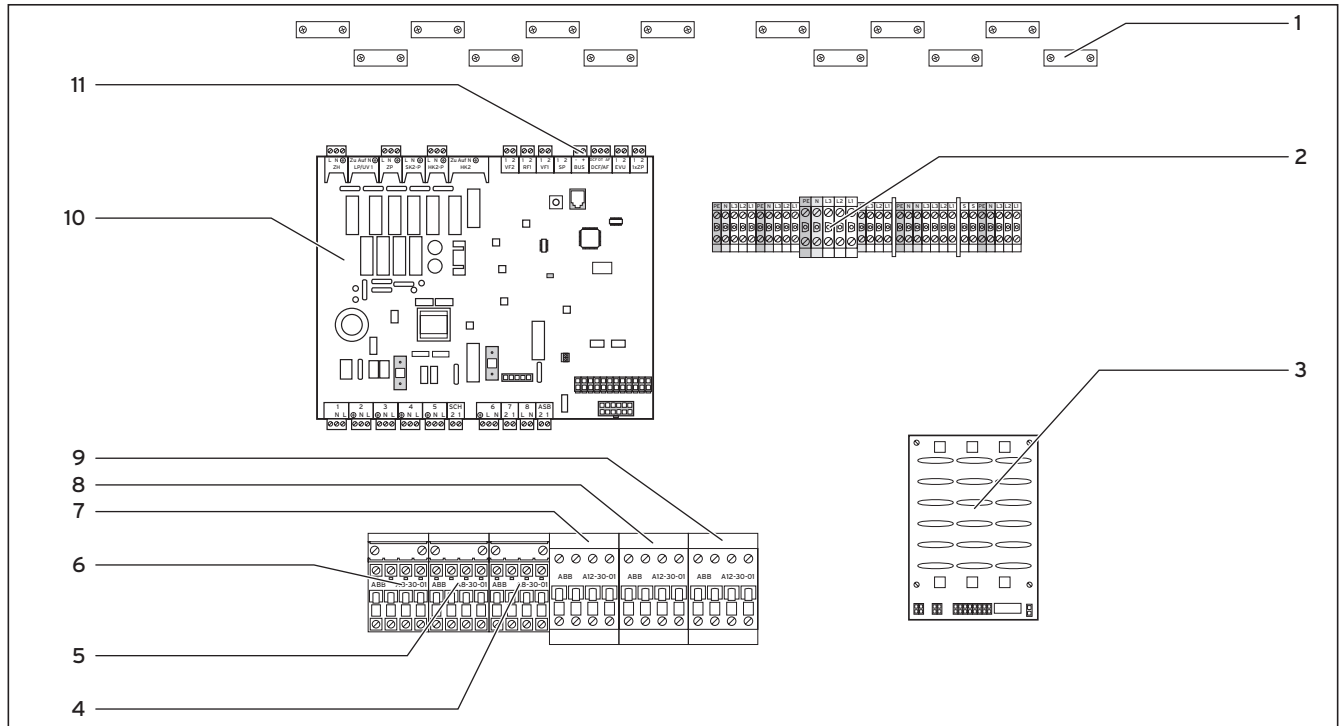

Abb. 5.1 Elektro-Schaltkasten
Je nach Modellvariante kann die hier gezeigte Darstellung des Elektro-Schaltkastens (s. Abb. 5.1) in Details von Ihrer Wärmepumpe abweichen.
Legende zu Abb. 5.1
- Schließen Sie die Tauchpumpe an (7) an.
- Stellen Sie den Motorschutzkontakt für die Tauchpumpe (siehe Abb. 5.1, Pos. 6) entsprechend der Leistung Ihrer Tauchpumpe ein.
- Stellen Sie den Motorschutzkontakt für die Tauchpumpe (siehe Abb. 5.1, Pos. **6**) entsprechend der Leistung Ihrer Tauchpumpe ein.